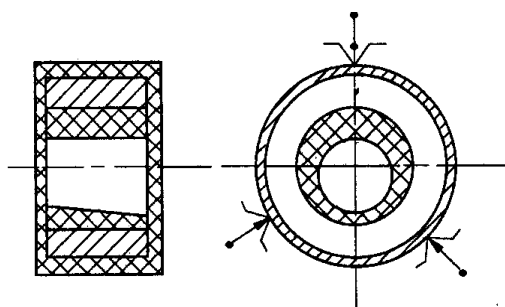

图 20-2
2. 如图 20-2 所示为一锻造或铸造的轴套，通常是孔的加工余量较大（网格线表示余量），外圆的加工余量较小，试选择粗、精基准。